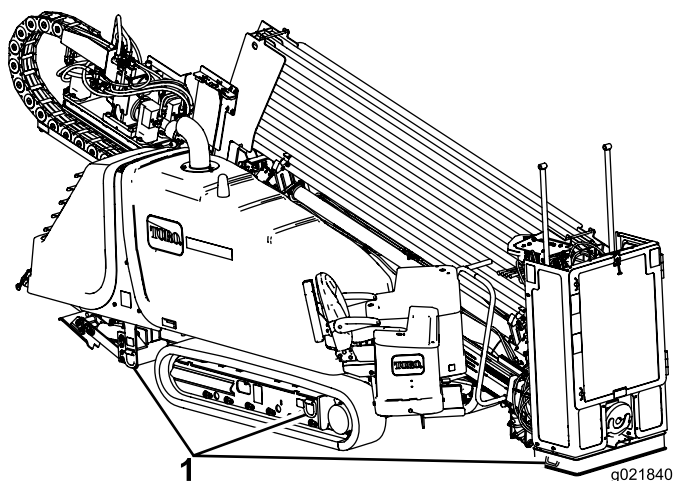

Figura 73
8. Usando correntes e cintas com resistência adequada, prenda os anéis nas laterais da esteiras esquerda e direita e da placa de ancoragem ao reboque (Figura 73).